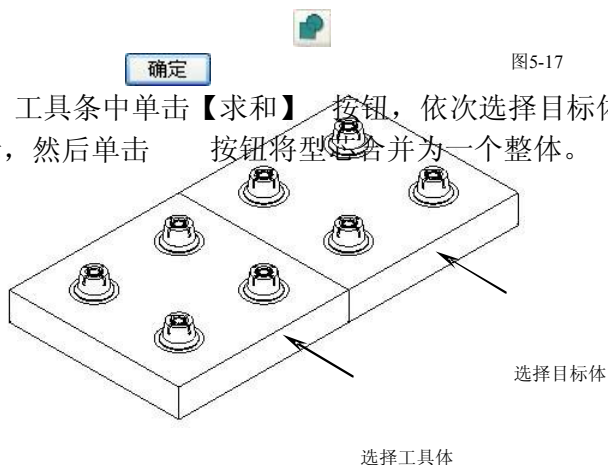

图5-18
9. 在【特征操作】工具条中单击【求和】按钮，依次选择目标体和工具体，如图 5-18 所示，然后单击 按钮将型芯合并为一个整体。